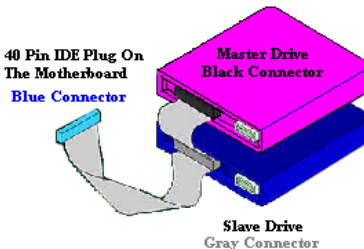

Figure 2-10. How to connect an ATA/100 Cable to the Motherboard
- Chaque connecteur de la nappe Ultra ATA/66 possède un petit détrompeur de polarisation situé sur la partie centrale du connecteur en plastique. Ceci permet de repérer l'orientation de branchement (pin #1 sur pin #1). Veuillez vous référer à la figure 2-10.